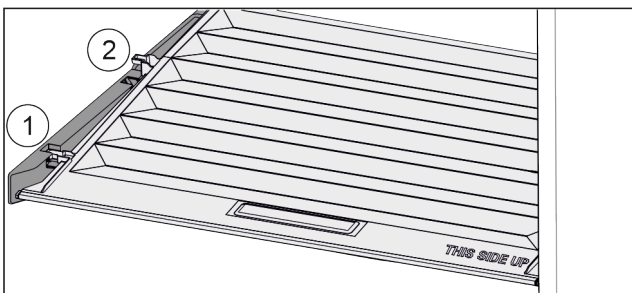

Fig. 91
- ▶ Tirer le couvercle vers l'avant jusqu'à dans l'orifice des pièces de retenue Fig. 91 (1).
- ▶ Le soulever par le bas à l'arrière et le sortir par le haut Fig. 91 (2).